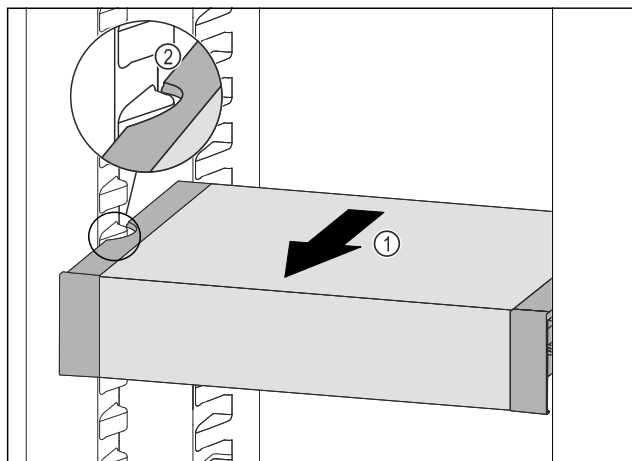

Fig. 104
- Tirare VarioSafe in avanti Fig. 104 (1) fino a quando le cavità laterali di VarioSafe non si trovano al livello della nervatura del contenitore nel vano frigorifero. Fig. 104 (2)